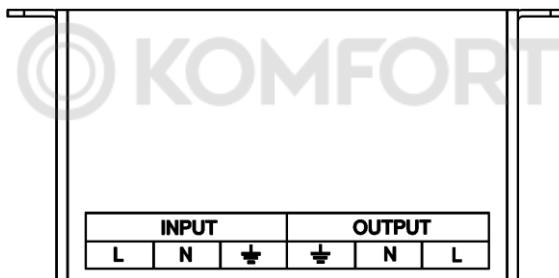

Рисунок 5 – Маркировка защитного кожуха
- подключение кабелей к клеммному блоку следует выполнять в соответствии с маркировкой, нанесенной на стенку кожуха (см. рисунок 5), все провода, для подключения к клеммному блоку изделия должны быть оконцованны кабельными наконечниками, комплект кабельных наконечников входит в комплект поставки;